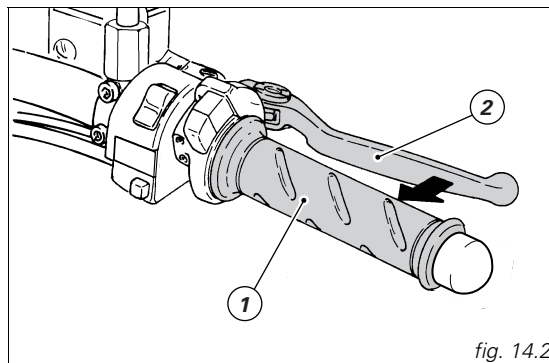

fig. 14.2
**Manopola girevole comando acceleratore** (fig. 14.2)
**Leva comando freno anteriore** (fig. 14.2)